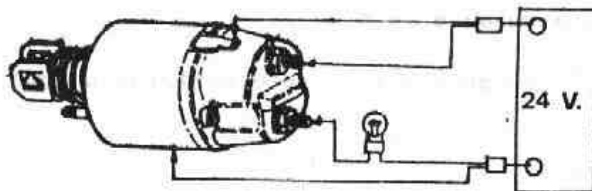

Fig. N2-35 Comprobación solenoide
- 3.6.2. Dejar la lámpara de prueba conectada (Fig. N2-35) y, sirviéndose de un suministro de la misma batería, se excitará el solenoide, haciendo contacto entre el terminal de accionamiento y un buen punto de masa en el cuerpo del mismo. El émbolo del solenoide se deberá desplazar, y la lámpara de prueba, deberá encenderse con brillantez máxima. En caso contrario, montar un solenoide nuevo.